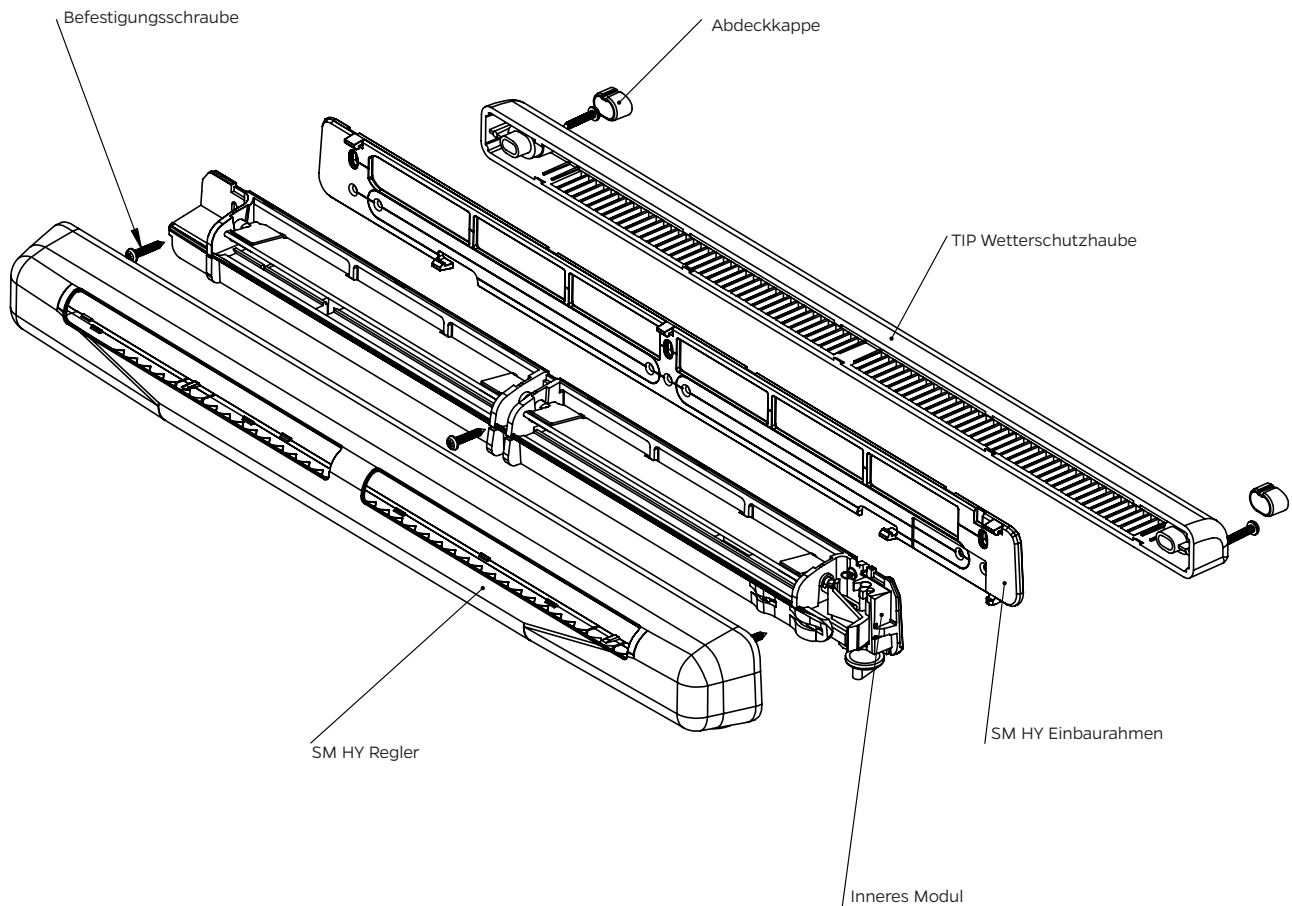

Abb.4.
4. Schrauben Sie das Innenmodul mit den Schrauben an und rasten Sie dann das Gehäuse ein (Abb. 4);